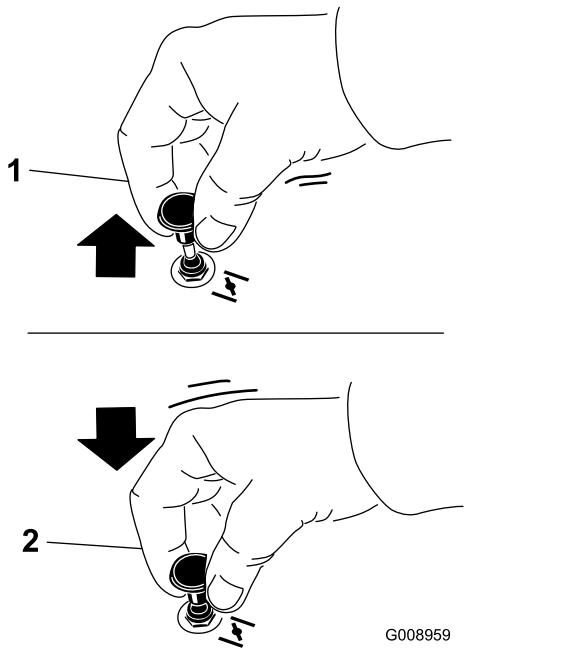

Figure 16
1. Tirez sur la commande du volet de départ pour engager celui-ci avant d'utiliser le commutateur d'allumage (Figure 16).
2. Poussez sur la commande pour désengager le volet de départ une fois que le moteur a démarré (Figure 16).